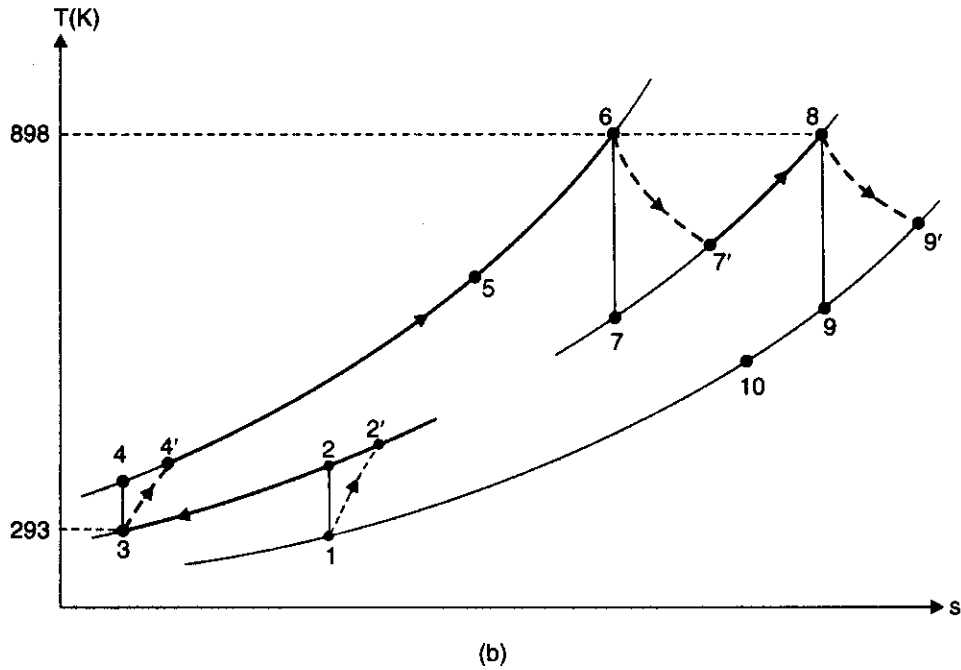

Fig. 13.67
**Solution.** Refer Fig. 13.67.